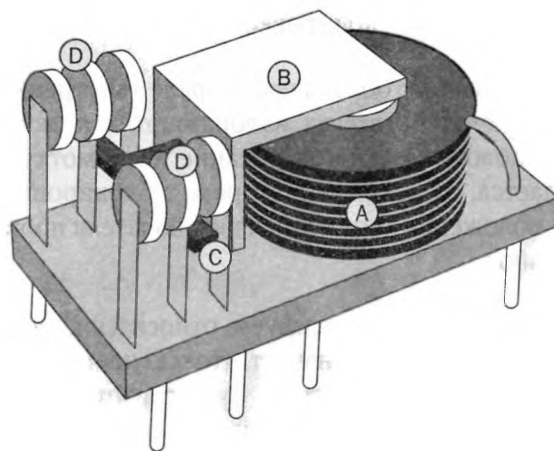

Рис. 2.56. Упрощенная конструкция реле
На рис. 2.56 изображена упрощенная конструкция обычного реле. Катушка (А) притягивает рычаг (В). Пластиковый толкатель (С) выдвигается наружу к гибким металлическим ламелям и перемещает электроды (D) между контактами.